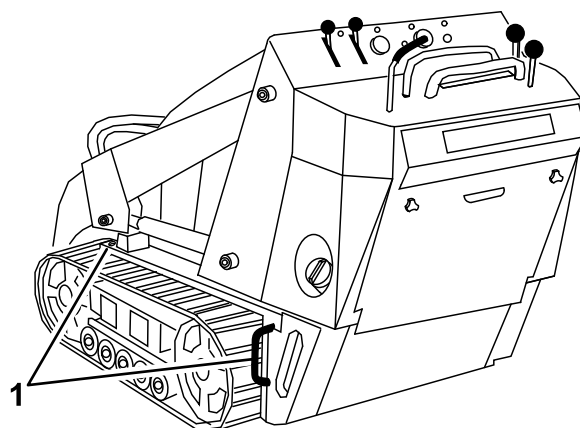

Figure 20
8. Servez-vous des points d'attache en métal de la machine pour l'arrimer solidement sur la remorque ou le véhicule de transport au moyen de sangles, chaînes, câbles ou cordes (Figure 20). Voir la réglementation locale concernant les exigences en matière d'arrimage.
Vous pouvez soulever la machine en vous servant des points d'attache/de levage ; voir Figure 20.